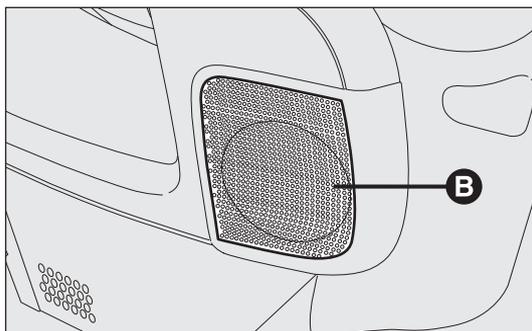

fig. 129
- ❑ 2 mid-woofers B situados en las puertas delanteras (diámetro 165 mm, potencia 40W max cada uno) fig. 129;